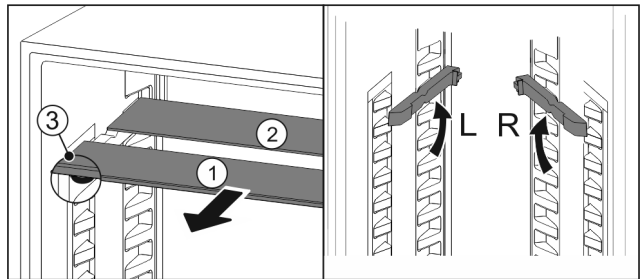

Fig. 92
- ▶ Издърпайте Fig. 92 (1) поотделно стъклените плочи напред.
- ▷ Стъклената плоча Fig. 92 (1) с декоративната лайстна е отпред.
- ▷ Ограничителите Fig. 92 (3) сочат надолу. Уреди с фризерно отделение:*